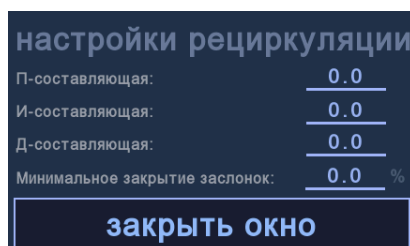

Рисунок 18 – Окно параметров «Рециркуляция»
- *Рециркуляция* – в данном окне (рисунок 18) можно настроить П, И и Д составляющие для настройки ПИД-регулятора заслонки рециркуляции (подробно о том, как настроить ПИД-регулятор указано в пункте 1.4), а также задать процент минимального открытого положения приточных и вытяжных заслонок при работе рециркуляционной заслонки параметром «Минимальное закрытие заслонок». Данные настройки встречаются только в системах с рециркуляцией. В некоторых случаях компания-изготовитель самостоятельно задаёт значения этих настроек в программном обеспечении для ПЛК.